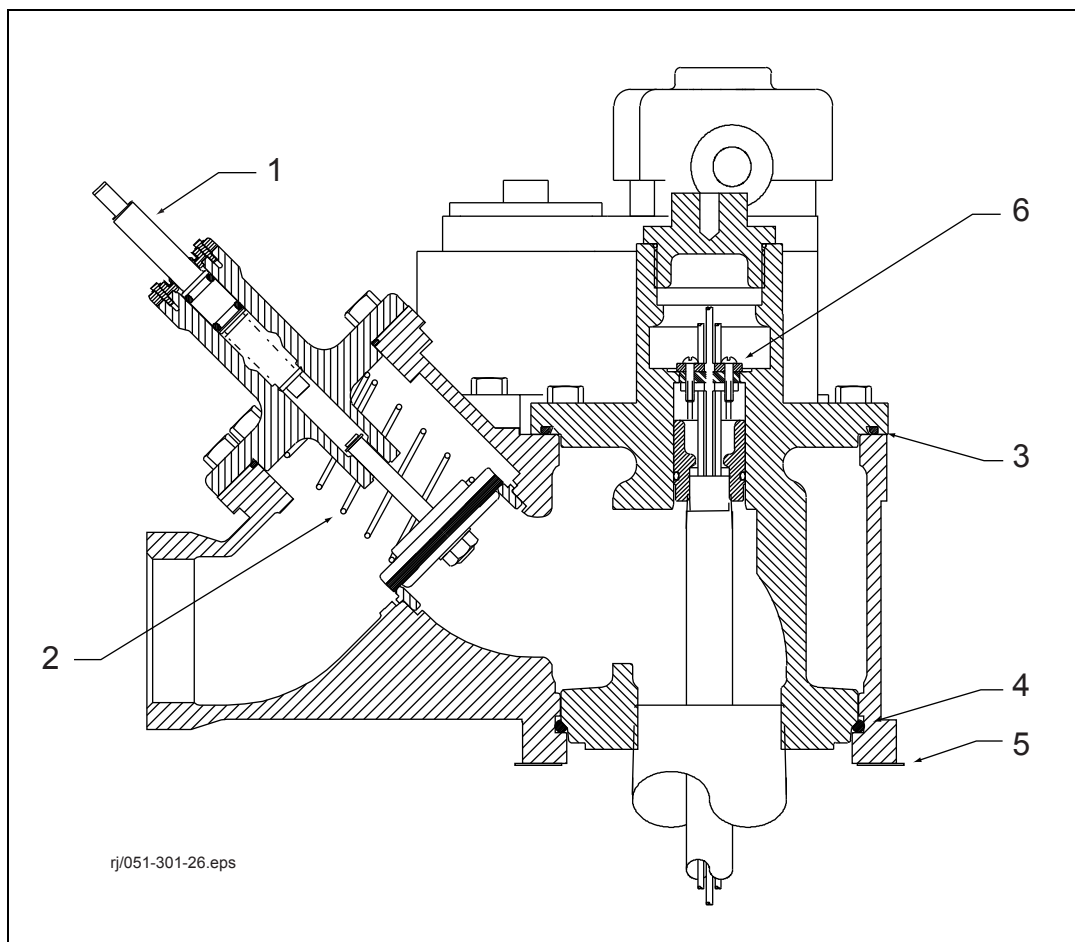

Figura 19. Montagem de vedação elétrica e válvula de retenção
1. Substitua o anel de vedação inferior (consulte Figura 19, Item nº4) no manifold e a no lado inferior da cabeça extratora (consulte Figura 19, Item nº3).